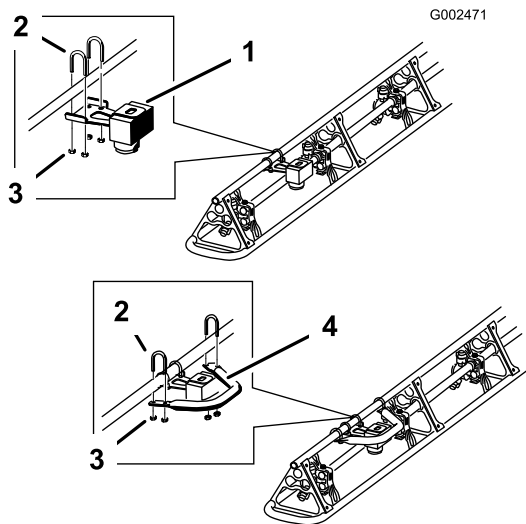

Bild 2
1. Befestigen Sie den rechten Ultraschall-Sensor lose mit zwei U-Bügeln, vier Scheiben (5/16 Zoll) und vier Sicherungsmuttern (1/4 Zoll) zwischen der 3. und vierten Düse am oberen Stützrohr des rechten Auslegers, wie in Bild 2 dargestellt. Ziehen Sie sie nicht ganz fest an, um eine spätere Einstellung zu ermöglichen.
- Setzen Sie das Schutzrohr mit der abgewinkelten Seite nach innen (zum Fahrzeug zeigend) über den Ultraschall-Sensor. Befestigen Sie das Schutzrohr lose mit zwei U-Bügel, vier Scheiben (5/16 Zoll) und vier Sicherungsmuttern (1/4 Zoll) am Ausleger (Bild 2). Ziehen Sie sie nicht ganz fest an, um eine spätere Einstellung zu ermöglichen.